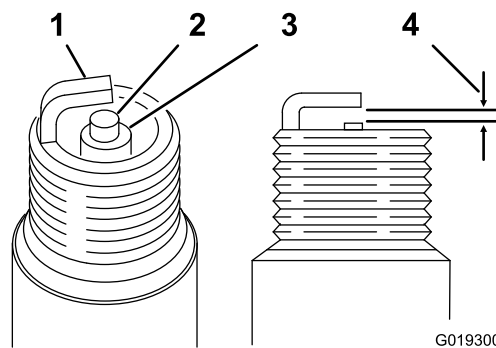

図 45
4. それぞれの点火プラグについて、中央の電極と側面の電極とのすきまを、0.76 mm に調整する（図 45 を参照）。ガスケットシールと共に点火プラグをエンジンに取りつけ、22 N・m (2.3 kg・m=16 ft-lb) にトルク締めする。